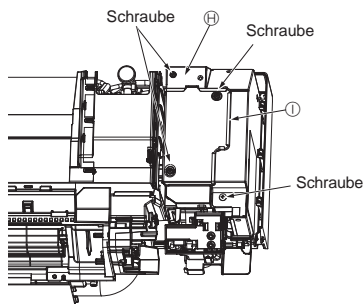
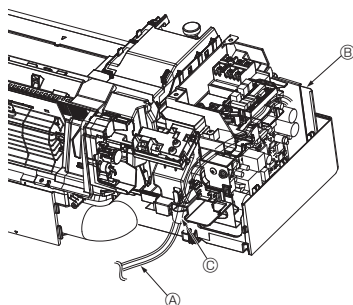

Fig. 6-7
Fig. 6-8
- (6) Die vordere und seitliche Abdeckung ⑨, ⑩ des Elektrokastens entfernen (je 2 Schrauben). (Fig. 6-7)
- ④ Schaft der unteren Klappe
- ⑤ Schaft der oberen Klappe
- ③ untere Klappe
- ④ obere Klappe
- ⑤ Schraubkappen
- ⑥ Frontblende
- ⑦ Eckkasten
- ⑨ Abdeckung des Elektrokastens (Seite)
- ⑩ Abdeckung des Elektrokastens (Front)
2. Leitungsdraht ① des optionalen VENTILKIT durch Kabelklemme ② des Elektrokastens ③ führen, um ihn in den Elektrokasten einzuführen. (Fig. 6-8)